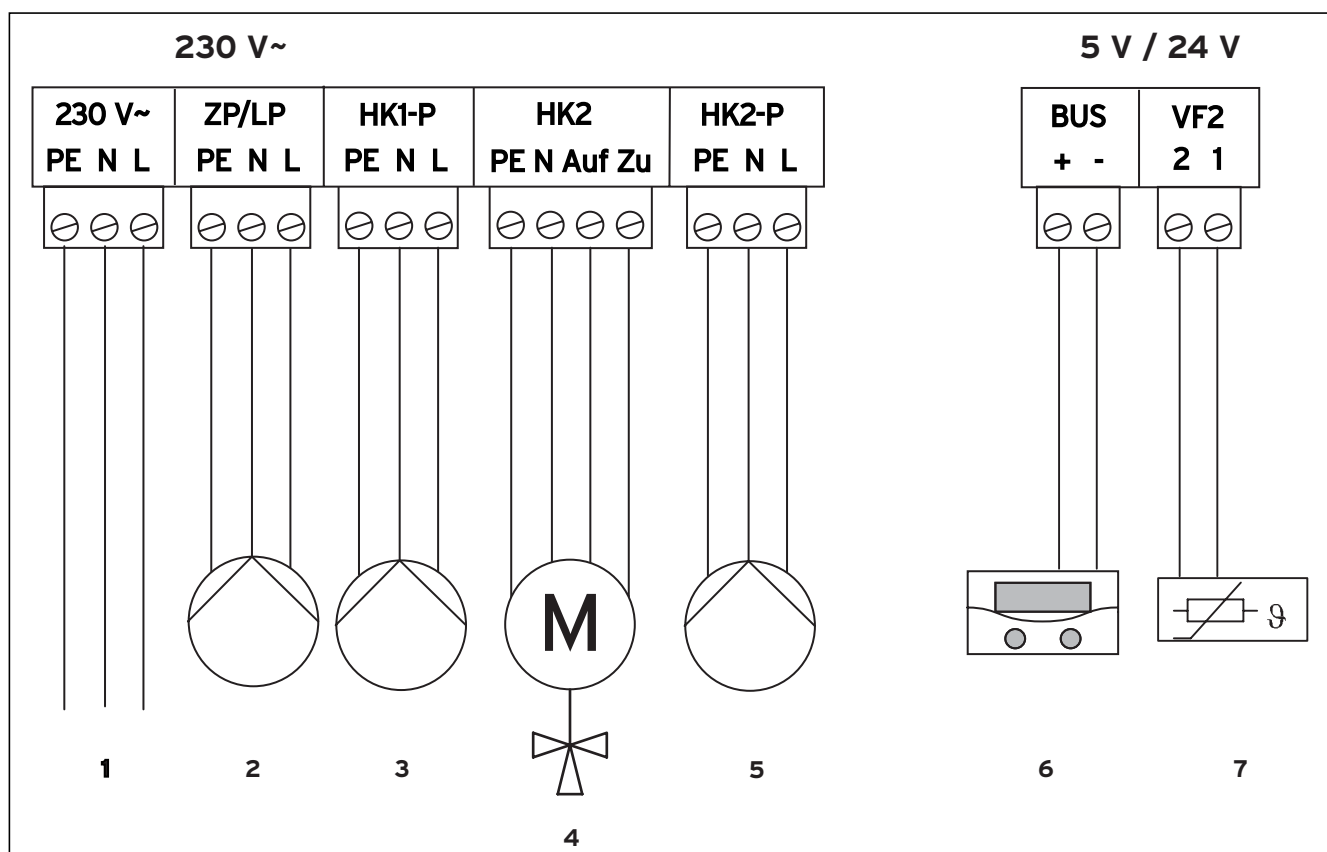

Fig. 6.2 Klemmeforbindelse for blandermodul VR 61
- ⇒ Udfør den elektriske tilslutning af blandermodul VR 61 iht. fig. 6.2.